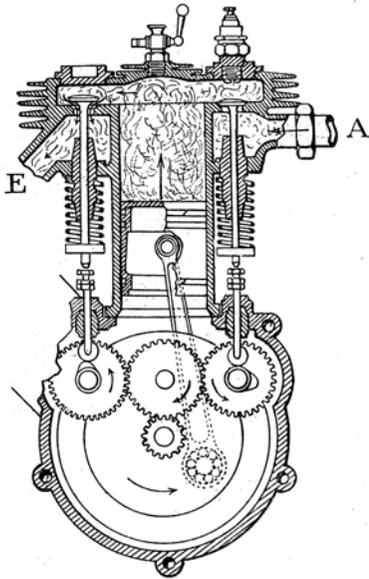

Fig. 5 - Moteur monocylindrique à quatre temps.
**Quatrième temps : Échappement** (figure 5). — Lorsque le piston atteint de nouveau l'extrémité inférieure de sa deuxième
Pendant sa deuxième course ascendante, le piston pousse devant lui les gaz et les chasse dans le tuyau d'échappement E (fig. 5). Lorsque le piston parvient à l'extrémité supérieure de sa